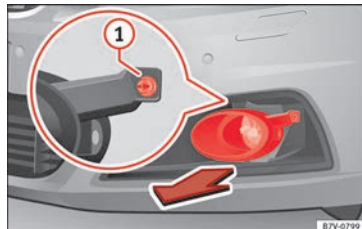

Abb. 108 Im Stoßfänger vorn rechts: Ausbau der Scheinwerfer.
» **Abb. 108.**
2. Befestigungsschraube » **Abb. 108** ① mit dem Schraubendreher aus dem Bordwerkzeugkasten herausdrehen » **Seite 88.**
10. Befestigungsschraube » **Abb. 108** ① mit dem Schraubendreher festdrehen.